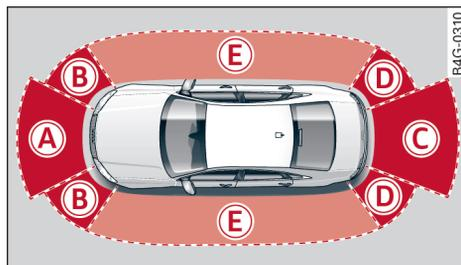

图 193 显示区域
**带车周环境显示的驻车转向辅助系统**可帮助您找到合适的车位、在纵向和横向车位中驻车以及离开纵向车位 ⇨ 第 143 页。另外，您还可获得升级版驻车辅助系统的功能 ⇨ 第 135 页，此时，该系统还监视车辆侧面 **E** ⇨ 135 页，图 193。